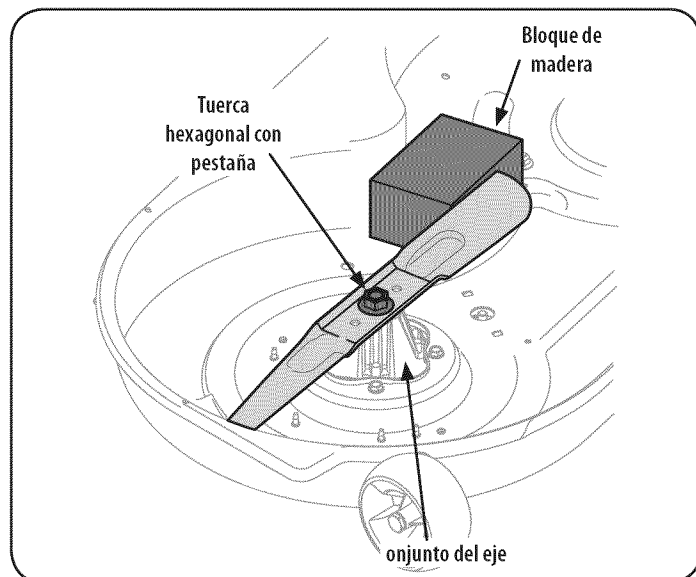

Figura 35
- Use una "llave de 15/16 para sostener la tuerca hexagonal en la parte superior del conjunto del husillo cuando afloje la tuerca hexagonal que fija la cuchilla. Un bloque de madera puede ser colocado entre el alojamiento de la plataforma y el filo de la cuchilla para ayudar a aflojar la tuerca hexagonal que fija la cuchilla. Ver Figura 35.